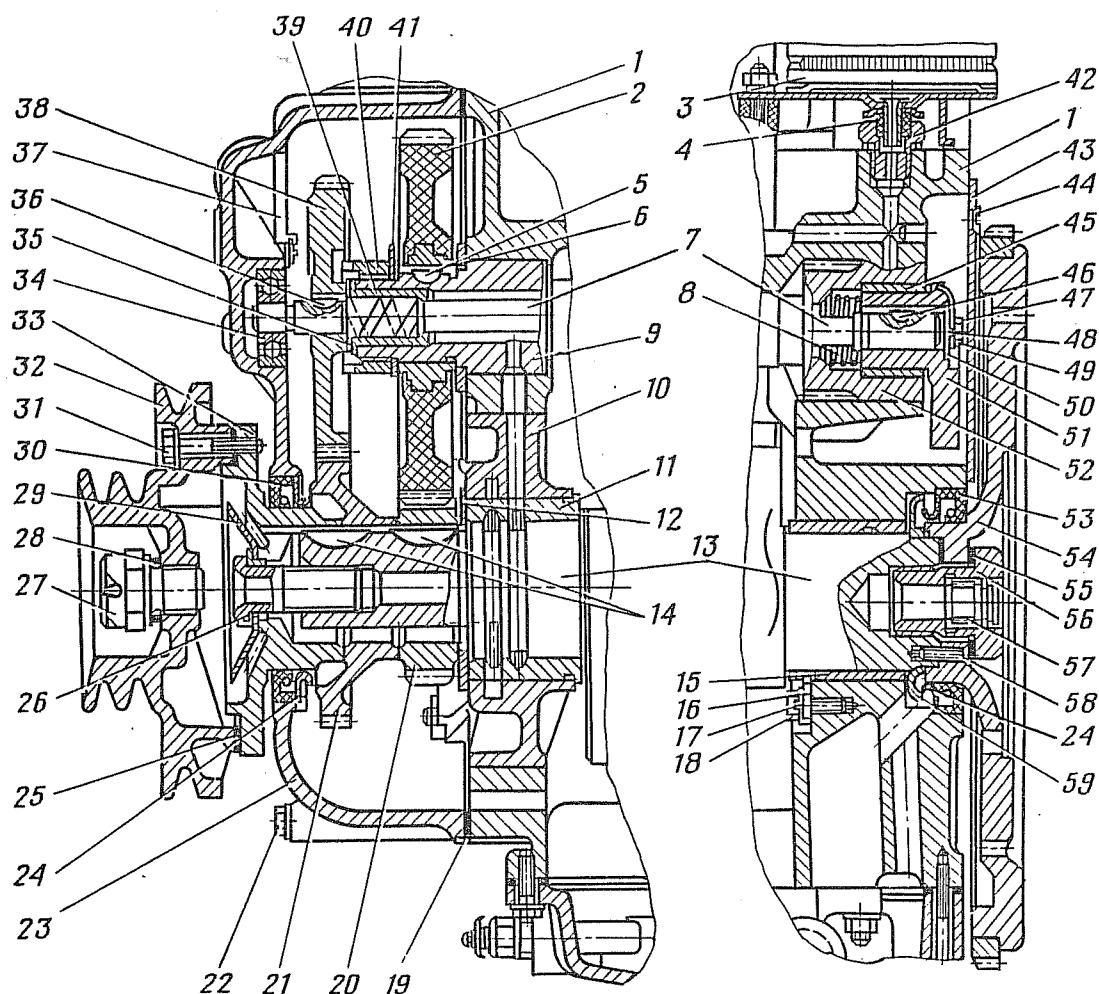

Рис. 29. Привод распределительного вала и балансирующего механизма, задний коренной подшипник:
1.12. Отвернуть винты 44 (рис. 29) крепления крышки балансирующего вала, снять крышку 43 и прокладку крышки (отвертка 200×1,0).
3.1. Установить упорный фланец 6 (рис. 29) на картер 1 двигателя и закрепить болтами с пружинными шайбами (головка 10, вороток).
3.4. Установить на распределительный вал пружинную шайбу 41 (рис. 29) и накрутить приводной кулачок 40 топливного насоса (ключ специальный торцовый).
3.10. Установить на балансирный вал 7 (рис. 29) со стороны маховика пружину 8, шпонку 46 и напрессовать противовес 51 (наставка медная, молоток 500 г).